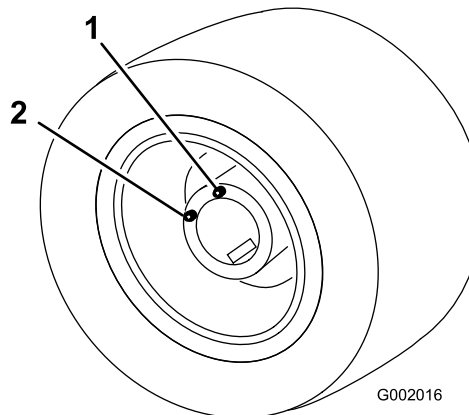

Figura 82
5. Desloque o veículo lentamente até a roda ficar na posição de enchimento Figura 82.